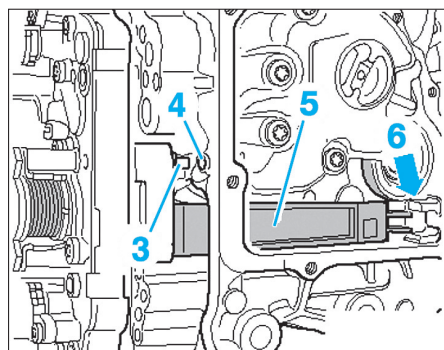

Fig. 19
- Veiller à positionner correctement la goupille d'ajustage (3) dans le carter (4) ainsi que le capteur (5) dans le guidage (6) sur le carter de boîte de vitesses (Fig.19).